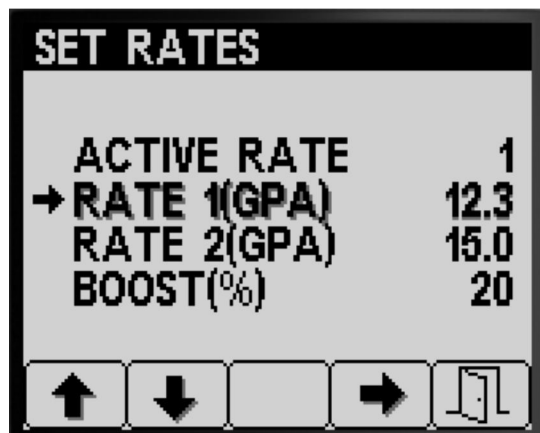

Рисунок 6
1. Нажмите кнопку 1 или 2, чтобы перейти к пунктам RATE 1 (НОРМА ВНЕСЕНИЯ 1) или RATE 2 (НОРМА ВНЕСЕНИЯ 2) (Рисунок 6).
2. Нажмите кнопку 4 для выбора пункта RATE (НОРМА ВНЕСЕНИЯ) (Рисунок 6).